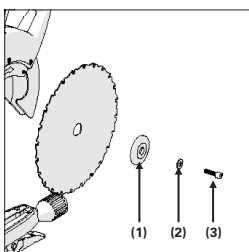

Abb. 30
Bringen Sie den äußeren Flansch (1) (flache Oberfläche auf die Maschine), die Unterlegscheibe (2) und die Spindelschraube (3) wieder an. **(Abb. 30)**